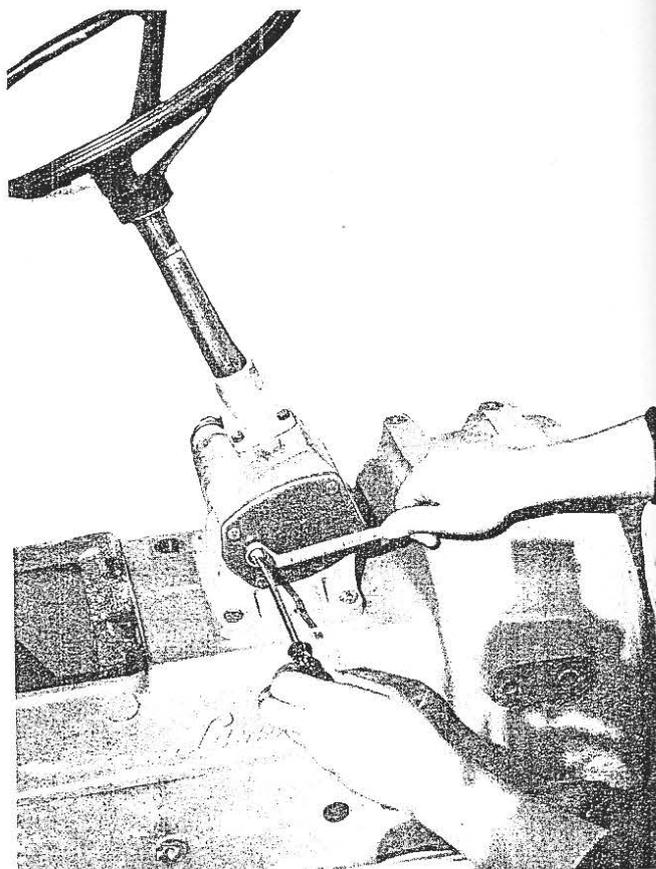

FIG. 68 – Réglage du jeu entre la came et la vis sans fin
- a) Vérifier l'absence de jeu entre la vis sans fin et la came. S'il y en a, effectuer le réglage à l'aide de la vis de réglage à entaille (Fig. 68).